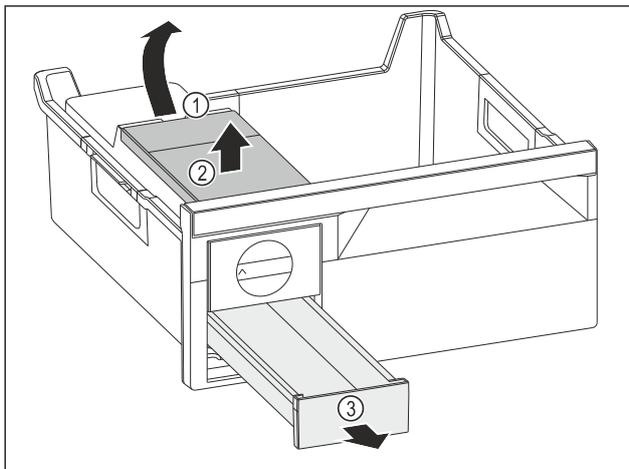

Fig. 135
- ▶ Para retirar el depósito de agua: Levante el depósito de agua en el hueco Fig. 135 (1).
- ▶ Retire el depósito de agua Fig. 135 (2) hacia arriba.
- ▶ Retire el cajón de cubitos de hielo Fig. 135 (3) hacia delante.